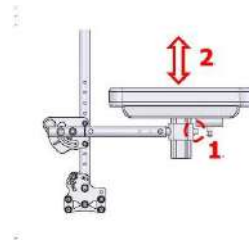

Figura 5-59
- Para ajustar la almohadilla del reposabrazos arriba/abajo, use una llave Allen número para aflojar los tornillos que la fijan a la estructura del reposabrazos. (Figura 5-59).